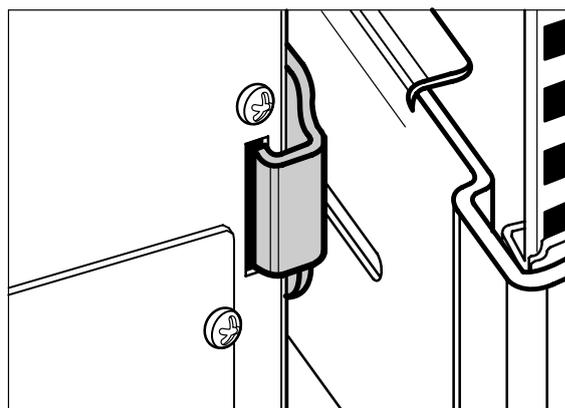

Abbildung 24. Einsetzen des hinteren Haltebügels
15. Die zwei hinteren Haltebügel an den Schienen in die Schlitz an der Rückwand des Einschubs einsetzen (siehe Abbildung 24).